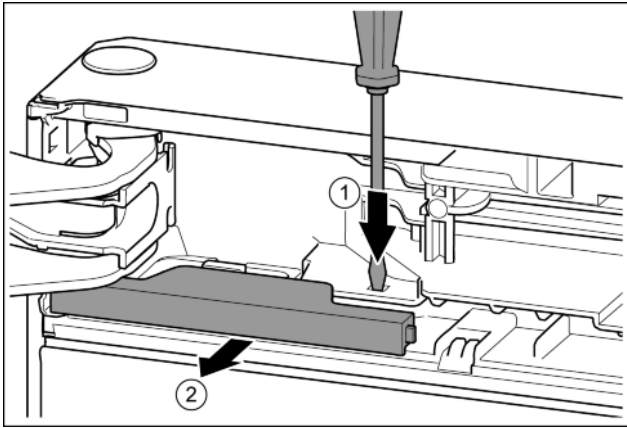

Fig. 11
- ▶ Lip met de sleufschroevendraaier indrukken. Fig. 11 (1)
- ▶ Afdekking uit de vergrendeling trekken. Fig. 11 (2)